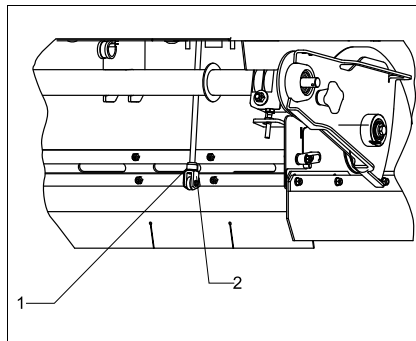

Fig.15 Ajustar borracha frontal
- Remova o parafuso (Fig. 15/2).
- Ajuste-o rodando. (Fig. 15/1).